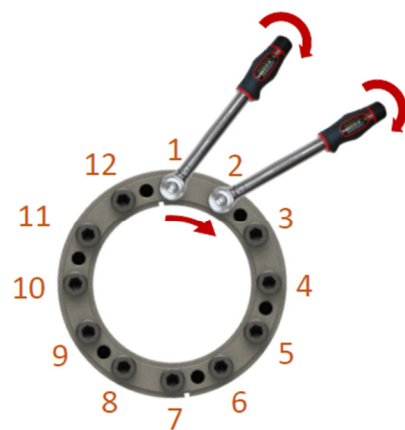

Imagen 5
7. De nuevo con la llave dinamométrica ajustada al 100% del par de apriete (**Ms**) indicado en el catálogo (ver *Tabla 1*) y comenzando por el tornillo n.º 1, repasar todos los tornillos en sucesión circular hasta completar una vuelta (ver *Imagen 5*); efectuar esta operación 2 veces como máximo; en cada vuelta cada tornillo debe ser apretado una sola vez.